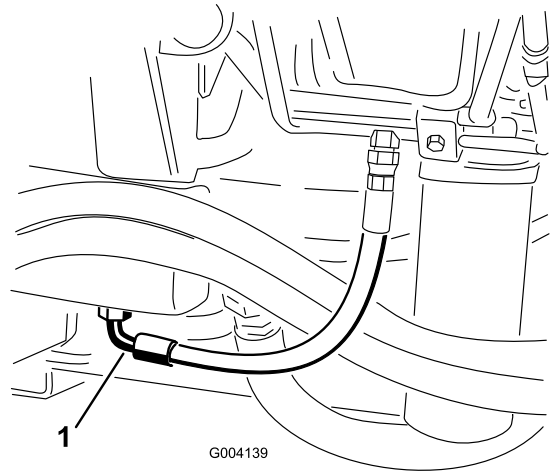

**Bild 77**
2. Stellen Sie eine große Auffangwanne unter das Anschlussstück, das unten am Behälter der Hydraulikflüssigkeit befestigt ist (Bild 77).